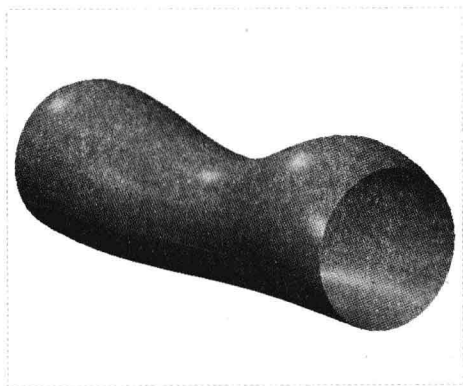

图 9-38 创建可变截面扫描曲面
Step 04 单击“应用并保存在工具中所做的所有更改,然后关闭工具操作板”按钮,即可创建可变截面扫描曲面,如图9-38所示。